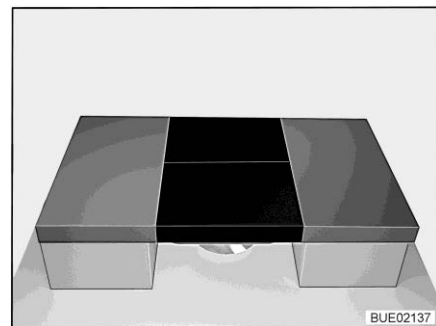

Fig. 168 Après la transformation
- Placer deux coussins supplémentaires sur la table (voir Fig. 168).